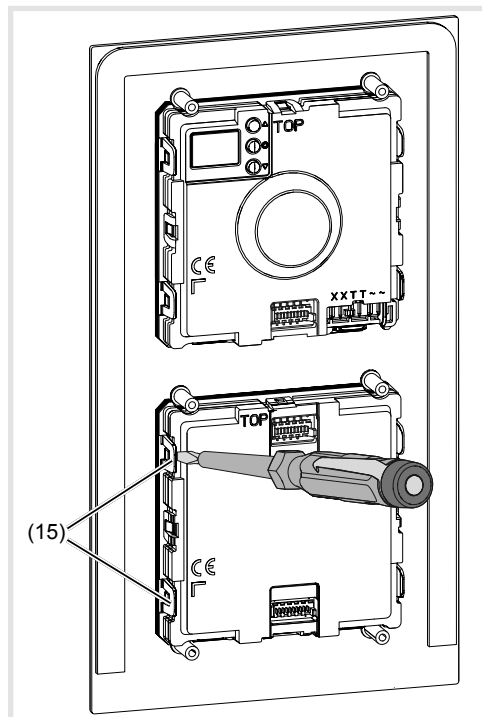

Bild 13: Modul entriegeln
- Anschluss-Klemmenblock (11) am Gerät abziehen.
- Zur Modul Entnahme die seitlichen Haltelaschen (15) der Modul-Halterung durch vorsichtiges Hebeln mit einem Schraubendreher entriegeln (Bild 13).